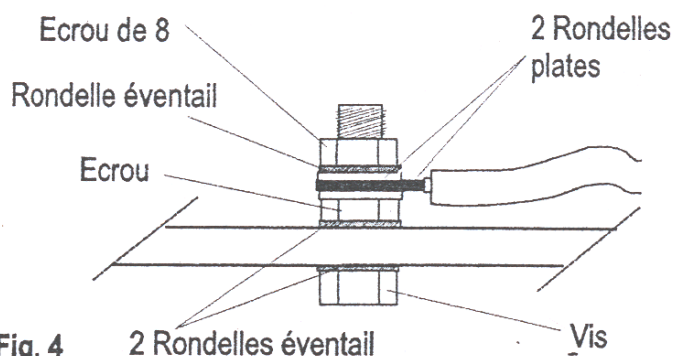
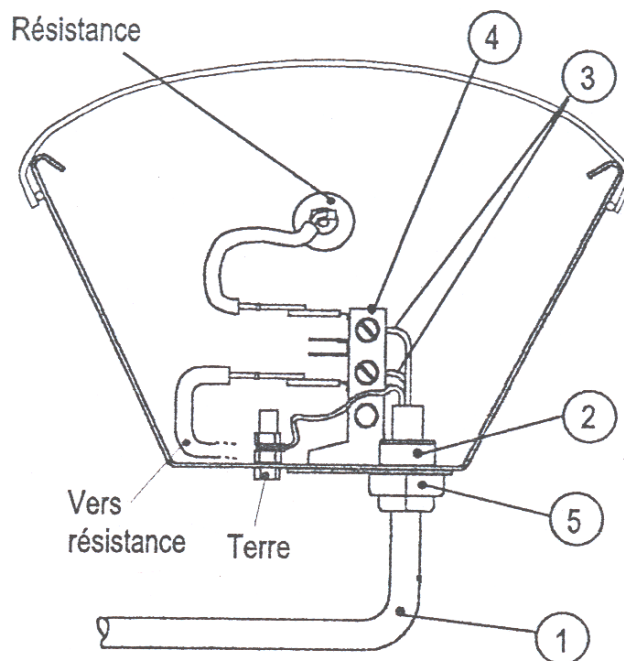

Fig. 4
Fig. 5
- Fig. 5 : Introduisez le cordon d'alimentation 3 x 1.5 mm2 (1) dans l'entrée de câble (2).
- Raccordez les fils ( Fig. 5 ) au bornier et le fil de terre à la borne (Fig. 4) :
- Bloquez ensuite le cordon d'alimentation dans le passe-fil (5) en serrant la bague avec une clé de 17.